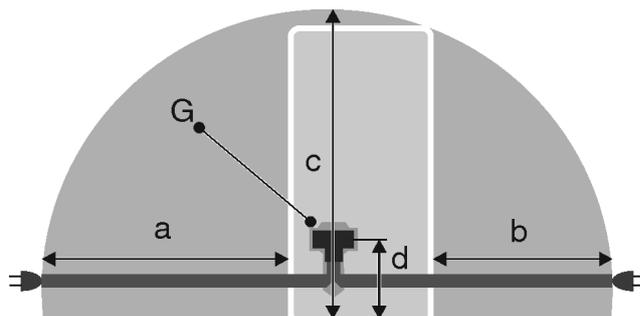

Fig. 25
- La prise de courant est en dehors de la zone postérieure de l'appareil dans la zone concernée. *Fig. 25 (a, b, c)*
- ▶ Introduire la fiche de l'appareil *Fig. 25 (G)* au dos de l'appareil. Veiller à bien les encliqueter.